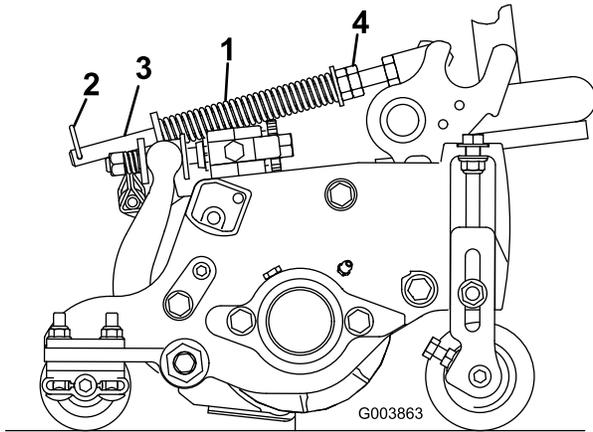

图14
草坪补偿弹簧（图14）可将重量从前滚筒转移至后滚筒。这有助于减少草坪的波动图形，也称为波浪形或摆动形。
1. 确保发卡销安装在弹簧杆的后孔内（图14）。
2. 拧紧弹簧杆前端的六角螺母，直至压缩后的弹簧长度为 159mm（图14）。